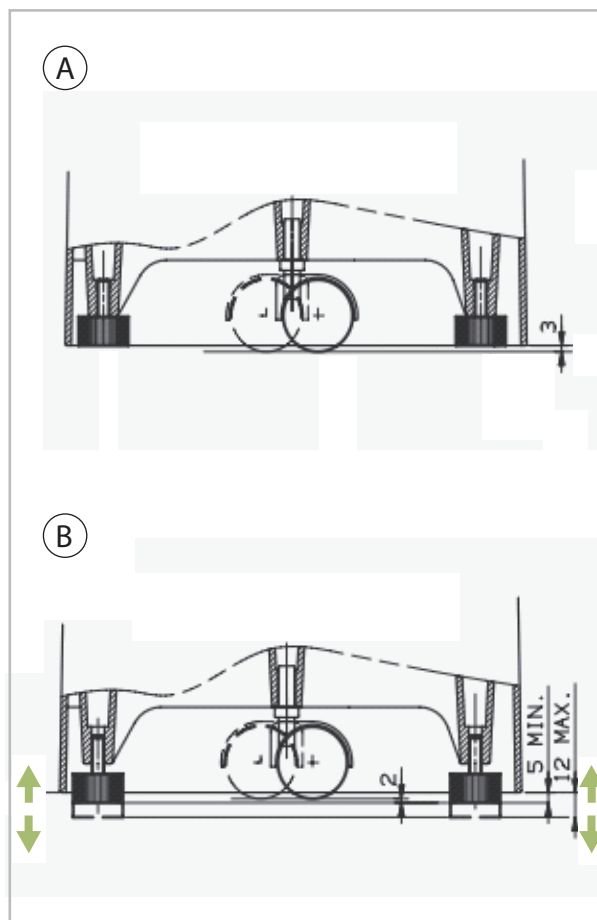

Abb. 3: Justierung der GummifüÙe
5. ➤ Rollen Sie das Klimagerät an die Wand und justieren Sie die Ausrichtung mit Hilfe der verstellbaren GummifüÙe (Abb. 3).